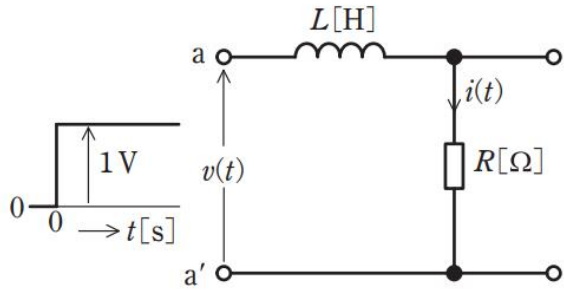

図1
問 13 図 1 に示す R-L 回路において、端子 a, a' 間に単位階段状のステップ電圧 $v(t)$ [V] を加えたとき、抵抗 R [Ω] に流れる電流を $i(t)$ [A] とすると、 $i(t)$ は図 2 のようになった。この回路の R [Ω]、 L [H] の値及び入力を a, a' 間の電圧とし、出力を R [Ω] に流れる電流としたときの周波数伝達関数 $G(j\omega)$ の式として、正しいものを次の (1) ~ (5) のうちから一つ選べ。
問 13 図 1 に示す R-L 回路において、端子 a, a' 間に単位階段状のステップ電圧 $v(t)$ [V] を加えたとき、抵抗 $R[\Omega]$ に流れる電流を $i(t)$ [A] とすると、 $i(t)$ は図 2 のようになった。この回路の $R[\Omega]$, $L[\text{H}]$ の値及び入力を a, a' 間の電圧とし、出力を $R[\Omega]$ に流れる電流としたときの周波数伝達関数 $G(j\omega)$ の式として、正しいものを次の (1) ~ (5) のうちから一つ選べ。